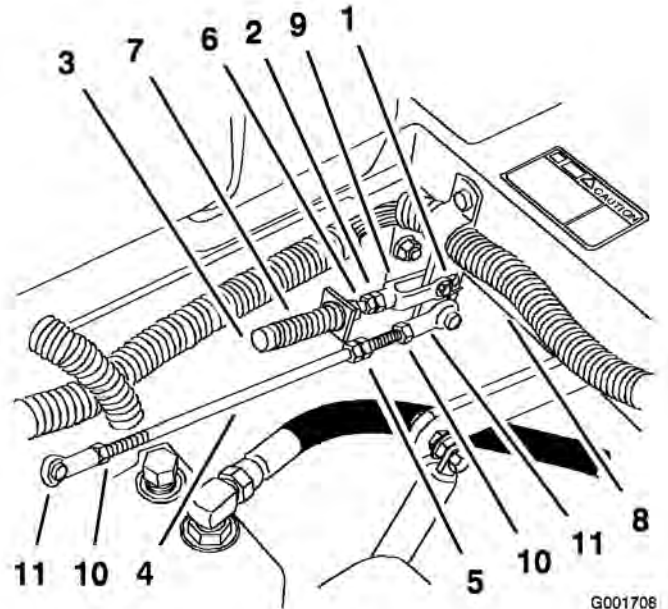

Figure 59
8. Si un réglage s'impose, desserrez l'écrou et l'écrou de blocage vissés contre la chape (Figure 59).
9. Appliquez une légère pression à l'arrière du levier, et tournez la tête du boulon de réglage dans le sens voulu pour centrer le levier à la position de verrouillage du point mort (Figure 59).
10. Serrez l'écrou et l'écrou de blocage (Figure 59).